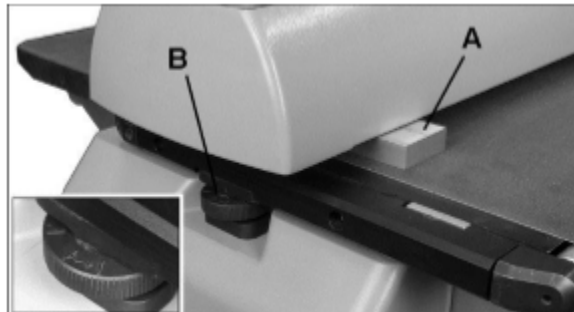

Рис. 13
3. Вставьте брусок (А, Рис. 13) между барабаном и настилом транспортера с внешней стороны барабана.
7. Поворачивайте регулировочный диск (В, Рис. 13), чтобы поднять или опустить внешний конец стола. Следуйте указателям направления, нанесенным на диск (+ для подъема).
3. Если в месте нахлеста при шлифовании видна борозда, слегка опустите стол с внешнего конца барабана, вращая регулировочный диск (В, Рис. 13).